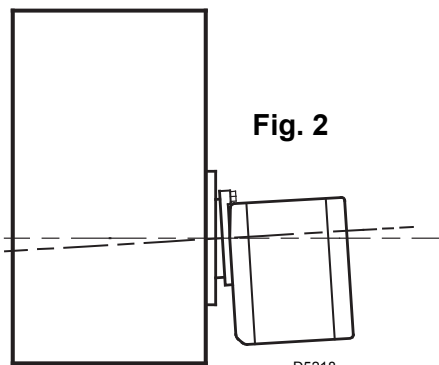

Fig. 2
**Le brûleur, une fois installé, doit être un peu incliné.** (Voir figure 2).